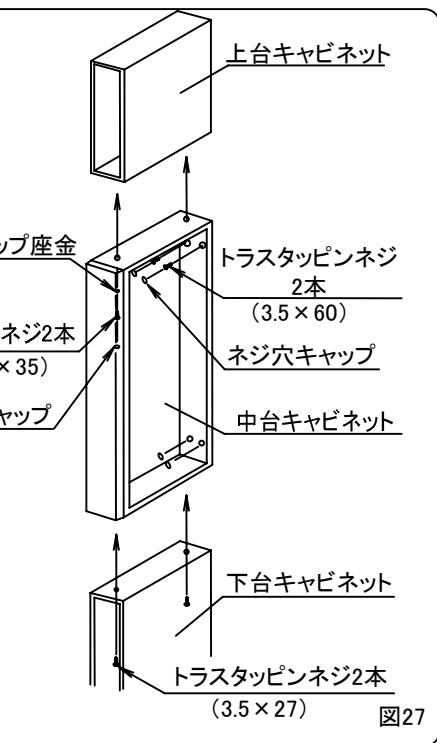

図27
⑤下台キャビネットに中台キャビネットを乗せ、両キャビネットの前面側面を合わせ下台キャビネットの天板に加工した下穴からネジ(トラスタッピングネジ3.5×27)で連結してください。(図27)
⑥中台キャビネットに上台キャビネットをのせ、両キャビネットの前面側面を合わせ中台の天板に加工した下穴からネジ(皿タッピンネジ3.5×35)にネジキャップ座金を通して連結してください。(図27)
⑦ネジキャップ座金にネジキャップをはめ込んでください。(図27)
①所定の位置にキャビネットを設置し、中台キャビネットの後板上方の壁面取付け用下穴よりネジ(トラスタッピングネジ3.5×60)2本で桟木に固定してください。(図27)
②中台キャビネットの後板の壁面取付け用下穴にネジ穴キャップをはめ込んでください。(図27)
③木口カバー裏面にシリコンを塗布し、両面テープで中台キャビネットの木口に貼付けてください。